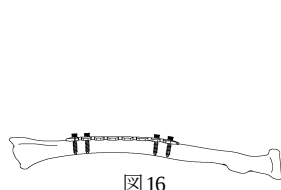

図16
- 2) 3.5 ロッキングスクリューの抜去は、ロッキングスクリューを完全に抜去する前に全て一度緩めた状態とし、順次スクリューを抜去します。(図16)